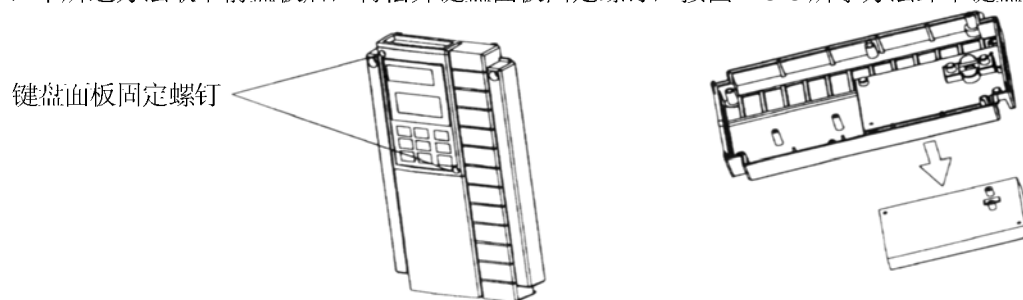

图 1-3-3 卸下键盘面板 ($\leq 22\text{kW}$)
(2) 卸下键盘面板
按 (1) 中所述方法取下前盖板后，再松开键盘面板固定螺钉，按图 1-3-3 所示方法卸下键盘面板。